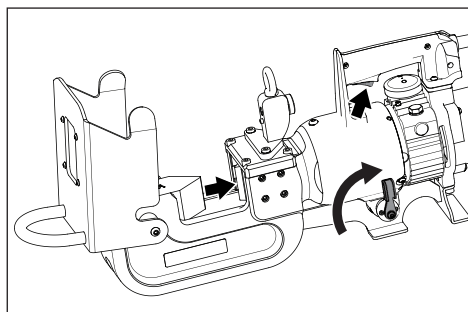

Figura 8, retração do pistão
- Com a alavanca direcional na posição 2, pressione e segure o gatilho para retrair o pistão e deslizar a lâmina móvel para trás. Veja a Figura 8.
Certifique que o pistão e a lâmina móvel estejam na posição totalmente retraída "inicial" antes de colocar a corrente dentro do cabeçote de corte. Veja a Figura 8.
3. Certifique que o pistão esteja na posição "inicial" (totalmente retraída). Veja a Figura 8.